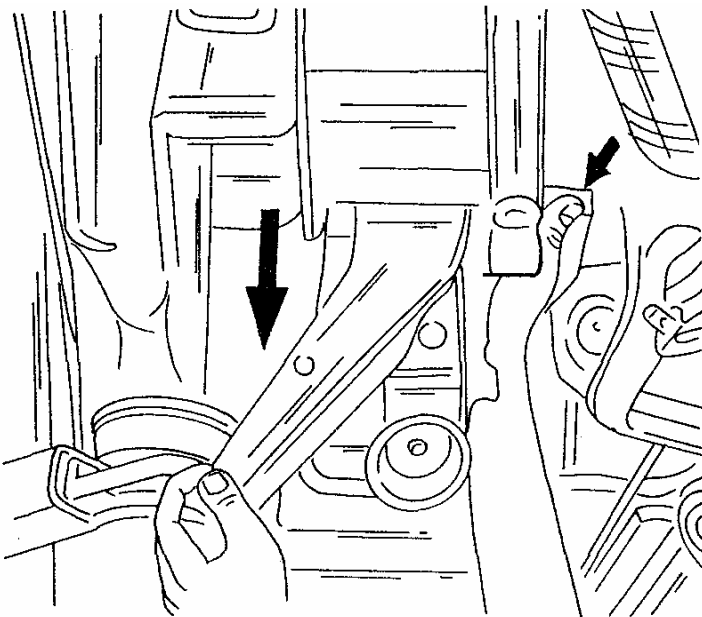

Bild 5
- Die vorher gelöste Lagerschraube der Längslenkerbefestigung bei gleichzeitigem Halten des Lenkerarms herausziehen und den Längslenker in der in Bild 5 gezeigten Richtung herausziehen.